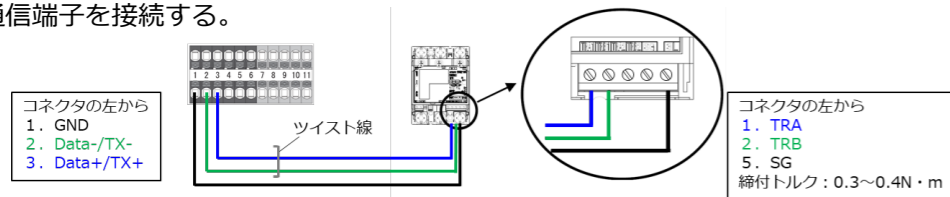

図4. シリアル通信端子台と発電計測用スマートメータの接続
- 図4を参考に、シリアル通信端子台と発電計測用スマートメータの通信端子を接続する。